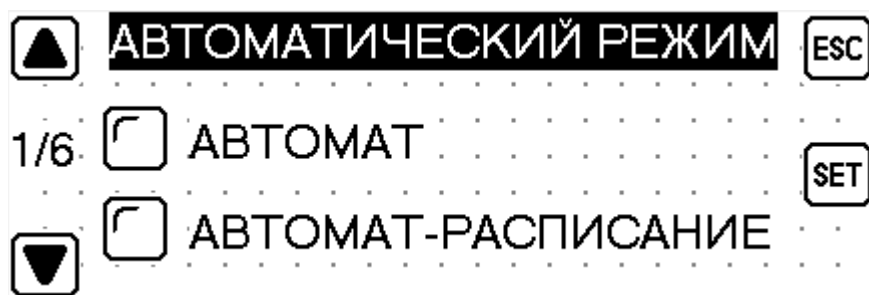
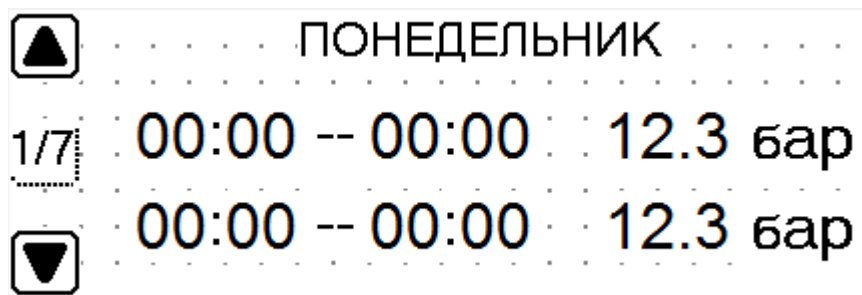

Рисунок 7 — Общие настройки. Страница 1. Автоматический режим.
Рисунок 13 — Страница настроек расписания.
*Расписание.* Раздел настроек «Расписание» позволяет настроить недельное расписание работы насосной станции. Для каждого из семи дней недели можно задать два временных периода в которых станция будет работать и выбрать для каждого периода значение поддерживаемого давления в системе (рисунок 13). Расписание учитывается только при работе в автоматическом режиме хотя бы одного насоса и установленной опции «АВТОМАТ-РАСПИСАНИЕ» в общих настройках (рисунок 7).